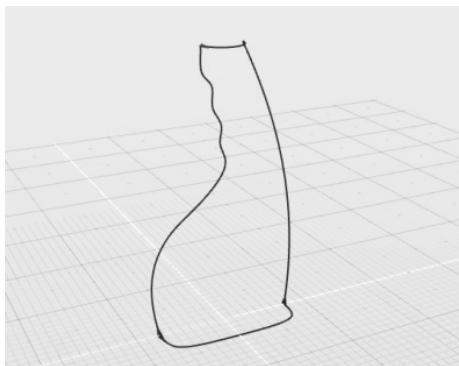

图 4-45 打开练习文件
1) 打开素材文件夹“练习(4.3.4_1)”中的 Evolve 文件, 该文件中包含 4 条曲线, 如图 4-45 所示。